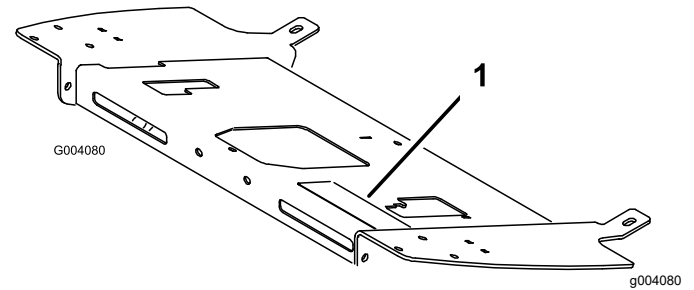

Figura 14
3. Coloque la pegatina de peligro apropiada encima de la pegatina existente en la plataforma del operador (Figura 14).
- Para unidades de Europa (CE), aplique la pegatina 110-89673.